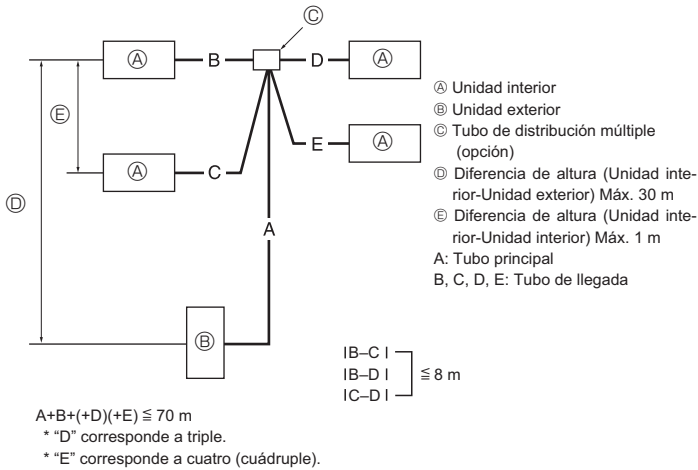

Fig. 4-9
4.7. Para combinación doble/triple/cuádruple (Fig. 4-9)